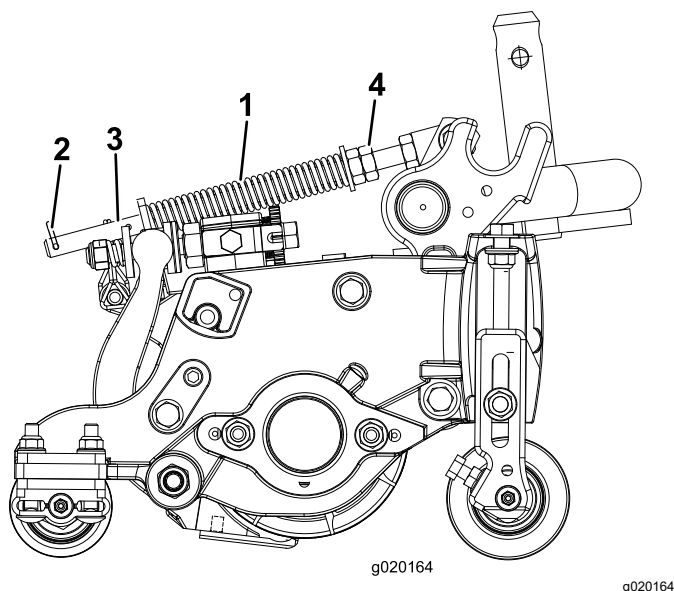

Рисунок 11
1. Убедитесь в том, что шплинт вставлен в заднее отверстие штока пружины (Рисунок 11).
2. Затяните шестигранные гайки на переднем конце штока пружины таким образом, чтобы длина сжатой пружины (Рисунок 11) равнялась 12,7 см.
Пружина компенсации состояния грунта (Рисунок 11) переносит вес с переднего на задний каток. Это препятствует образованию на грунте волнообразных неровностей (так называемые «волны» или «трясучка»).